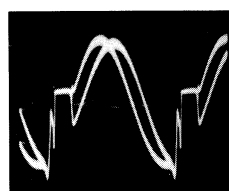

Abb. 7
- P 444 Oszillograf an Mp ⑤ (R-Y).
⑮ Mit P 444 Doppelkonturen zur Deckung bringen (Abb. 7 und 8).
- ⑮ 1. Oszillograf an Mp ⑤ (R-Y). P 451 auf Verschwinden der Doppelkonturen abgleichen (Abb. 7 und 8).